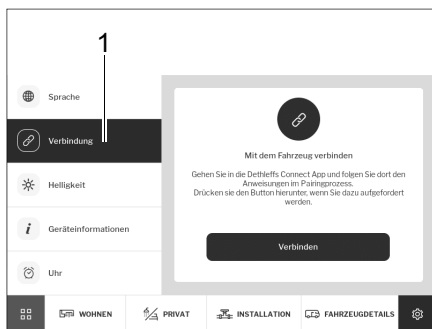

Fig. 286 Connexion
- Appuyer sur la touche *Connexion* (Fig. 286,1). Une instruction apparaît et explique comment connecter l'appareil mobile avec le véhicule, voir également le chapitre 9.17.1.